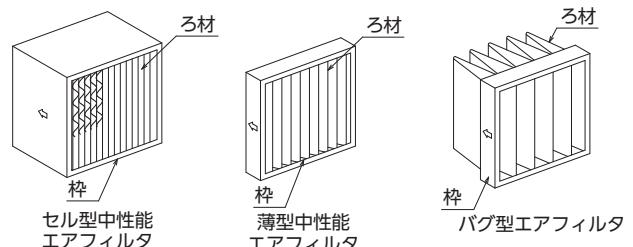

図3-21 中性能エアフィルタ
- セル型、薄型エアフィルタ、バグ型エアフィルタ、HEPAフィルタなど(図3-21参照)